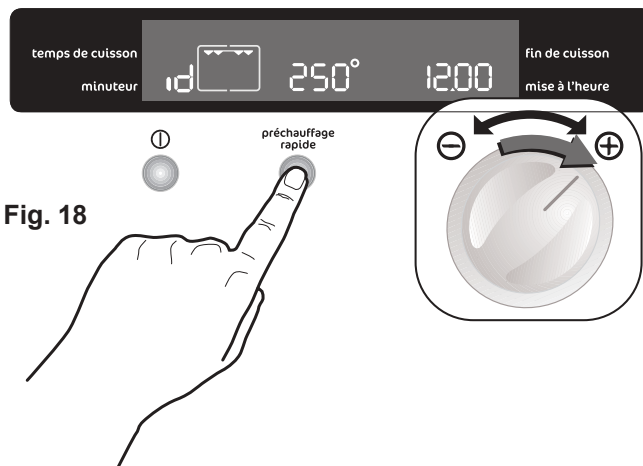

Fig. 18
2. En même temps, appuyez sur la touche "**Préchauffage Rapide**" et maintenez-les pressées pendant au moins 3 secondes. (Fig. 18). Le système émettra un bref signal sonore.